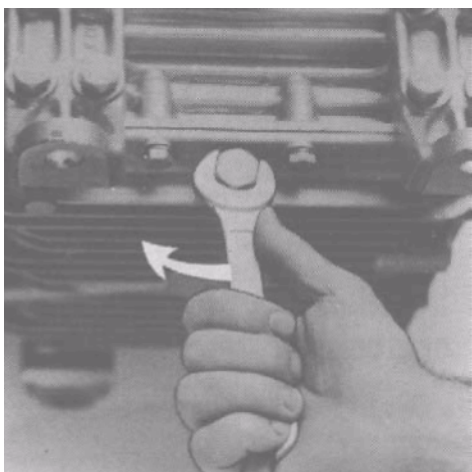

**Рис. 12**
- b) Выкрутите и удалите масляный фильтр (см рис. 12)